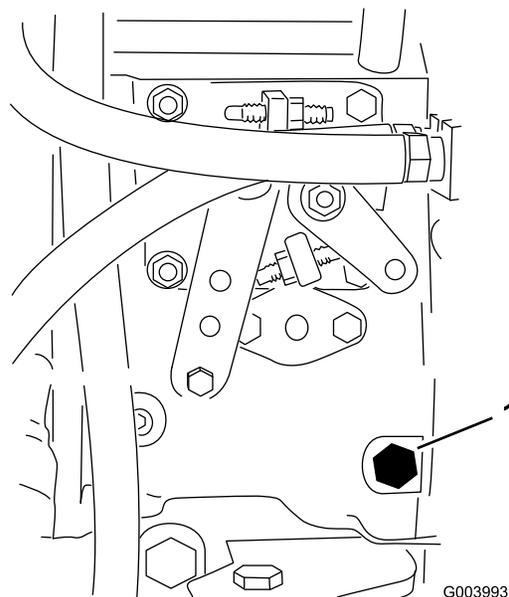

図 34
3. 燃料噴射ポンプ 図 34 についているエア抜きネジを、12mm のレンチを使って開く。